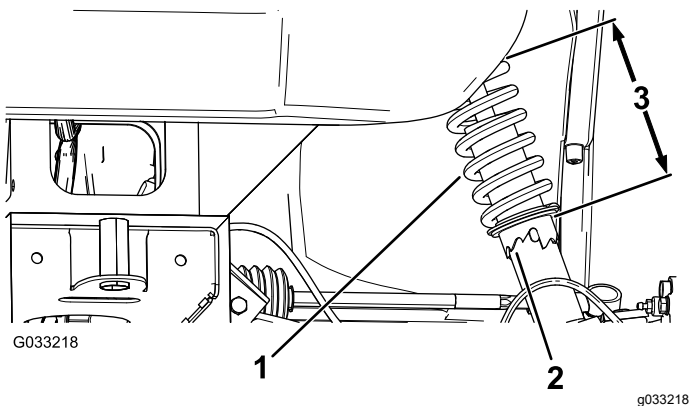

Figura 56
2. Si la caída de la rueda está mal, utilice la llave de gancho para girar el collarín del amortiguador para alinear la rueda (Figura 56).